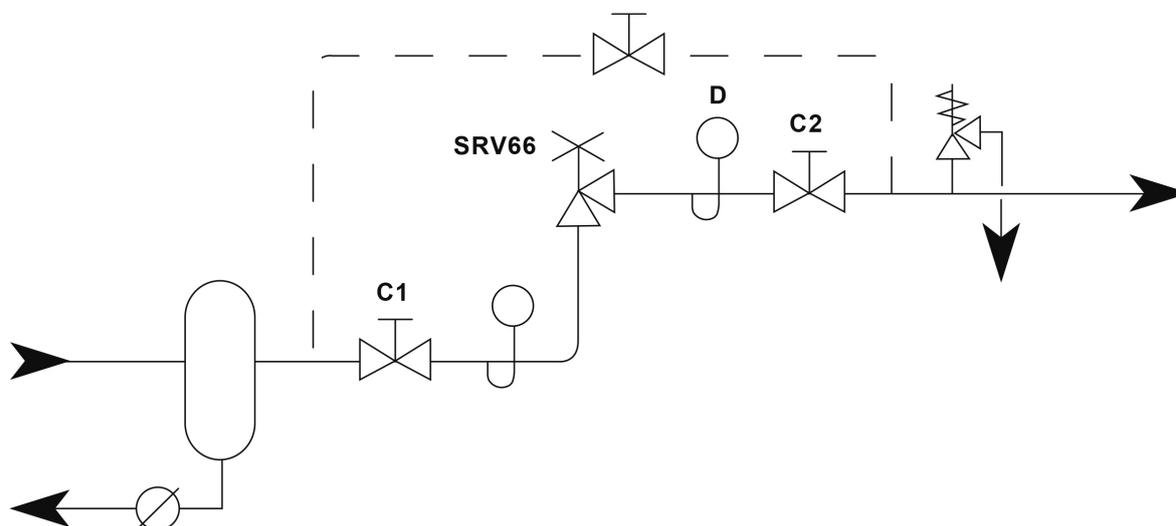

Fig. 5 - Isolement du détendeur
- Isoler le détendeur en fermant d'abord le robinet d'isolement amont (**C1**), puis le robinet d'isolement aval (**C2**). Vérifier que la pression est nulle (**D**) et attendre que le détendeur se refroidisse (voir Fig. 5).